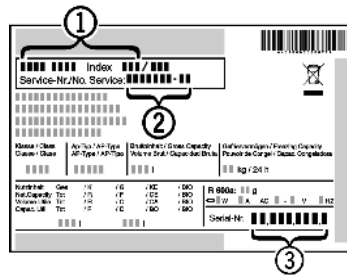

Fig. 13
- ▶ Odczytać z tabliczki znamionowej oznaczenie urządzenia Fig. 13 (1), nr serwisowy Fig. 13 (2) oraz numer seryjny Fig. 13 (3). Tabliczka znamionowa znajduje się po lewej stronie wewnątrz urządzenia.
- ▶ Poinformować serwis i podać opis zakłócenia, oznaczenie urządzenia Fig. 13 (1), nr serwisowy Fig. 13 (2) oraz numer seryjny Fig. 13 (3).